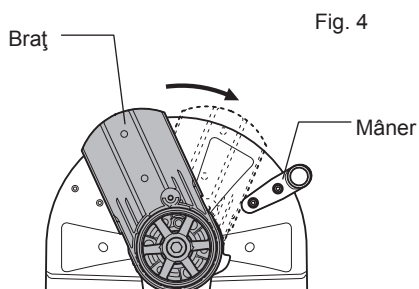

Fig. 4
- (5) Rotiți brațul până când intră în contact cu mânerul și readuceți manual știftul de blocare în poziția inițială. (Fig. 4)